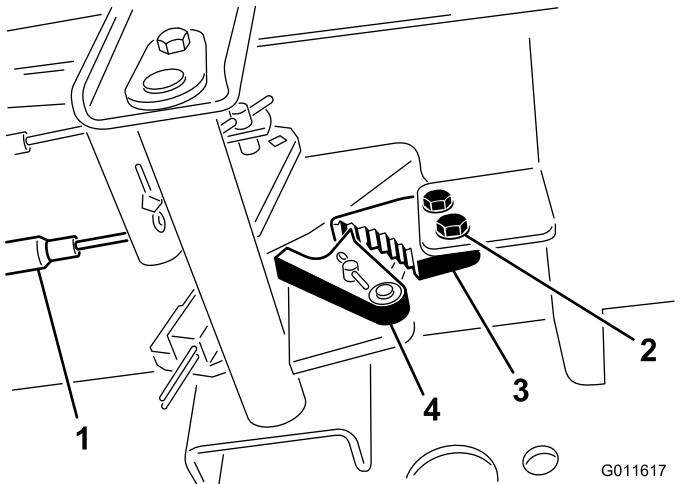

Figura 44
1. Allentate le due viti che fissano il nottolino del freno di stazionamento al telaio (Figura 44).
2. Premete in avanti il pedale del freno di stazionamento finché il fermo non s'innesta completamente nel nottolino del freno (Figura 44).